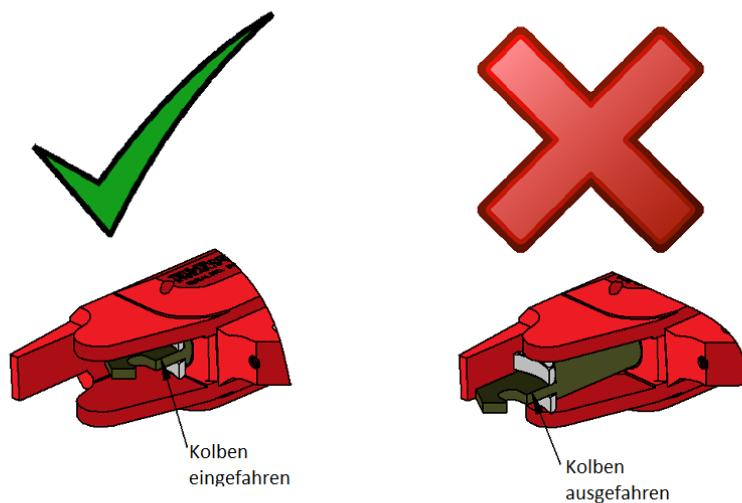

Abb. 1: Kolben Positionierung
3. Stellen Sie sicher, dass der Antriebszylinder durch Betätigung der Pumpe vollständig eingefahren wurde (siehe Anleitung der Pumpe). **Siehe Abbildung 1.** Ist dies nicht der Fall, ist es schwierig oder unmöglich, den Ratschenkopf zu montieren.